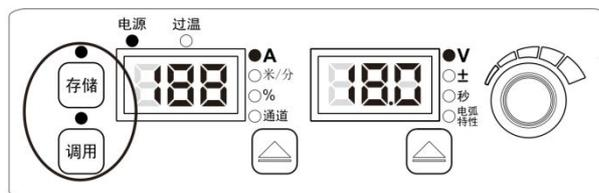

图3-27 参数范围锁定焊接界面
5. 在参数范围锁定模式下，存储和调用 LED 指示灯一直闪烁，如图 3-27 所示，电流电压只能在锁定范围内进行调节。